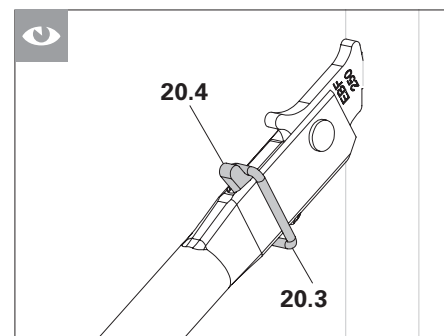

Bild A5.06
4. Tryck vertikal diagonal EBF (20) nedåt och spärra den med säkringsringen (20.3). (Bild A5.06)
Befinner sig säkringsringen (20.3) vid det nedre anslaget (20.4)? Skjut i annat fall helt fram till anslag för hand! (Bild A5.06)